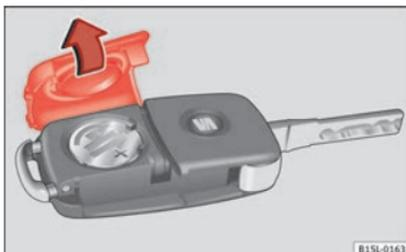

Abb. 127 Fahrzeugschlüssel: Deckel für Batteriefach.
Die Batterie befindet sich auf der Rückseite des Fahrzeugschlüssels unter einer Abdeckung » **Abb. 127**.
- Abdeckung auf der Rückseite des Fahrzeugschlüssels » **Abb. 127** in Pfeilrichtung abnehmen » **!**.
- Abdeckung wie gezeigt ansetzen » **Abb. 127** entgegen der Pfeilrichtung auf das Fahrzeugschlüsselgehäuse drücken bis sie einrastet.